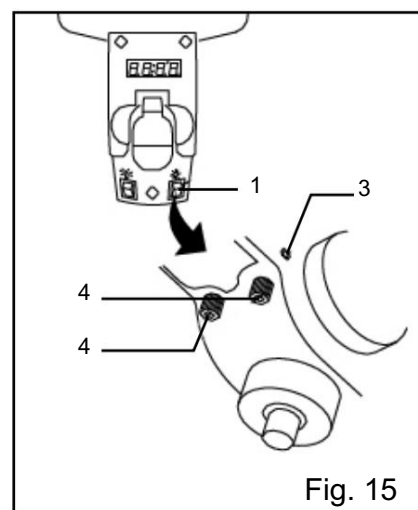

Fig. 15
3. Placez une équerre combinée (Fig. 15 - 5) (non incluse) sur la table comme indiqué, en plaçant le bord droit long de l'équerre combinée contre le foret. Assurez-vous que le foret est parallèle/aligné exactement sur le bord droit de l'équerre.
RÉGLAGE DU LASER (FIG. 15 & 16)
2. Tournez l'interrupteur laser (Fig. 15 - 1) sur la position ON.
- a. À l'aide de la clé hexagonale de 3 mm fournie, tournez les vis de réglage du laser (Fig. 15 - 3) dans le sens inverse des aiguilles d'une montre. Il y en a une de chaque côté de la tête.
- b. Faites pivoter le boîtier de la lumière laser (Fig. 15 - 4) jusqu'à ce que les deux lignes laser se croisent à l'endroit où la perceuse rencontre la pièce.
5. Resserrez les vis de réglage (Fig. 15 - 3).